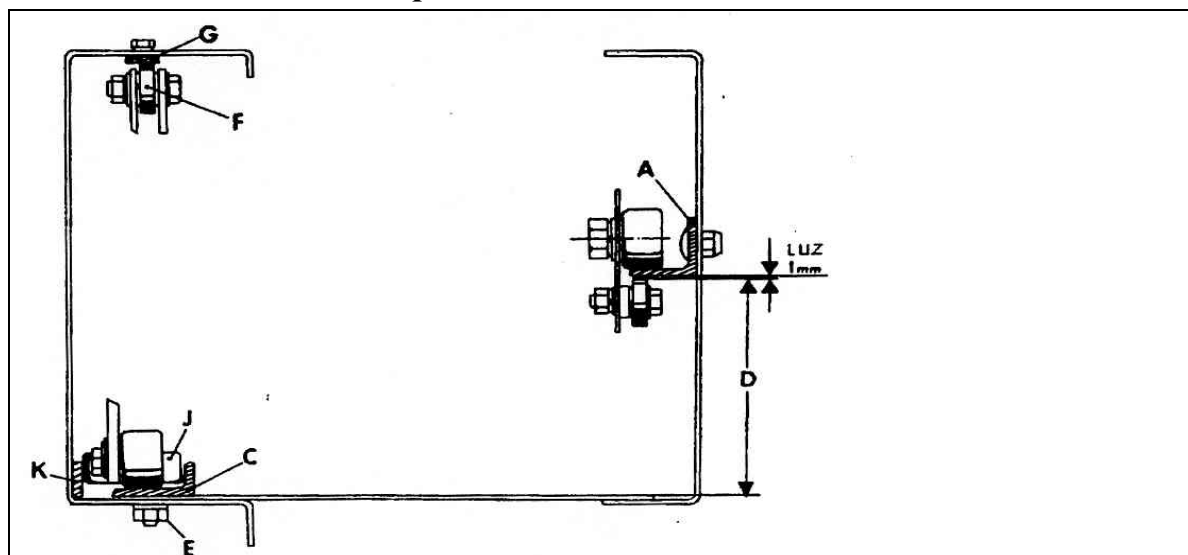

Рис. 22 Установка поршня по отношению к камере.
- вращать диск G (Рис. 22) до момента перемещения плеча включателя J в верхнее положение, что приведет к включению вязальных аппаратов.